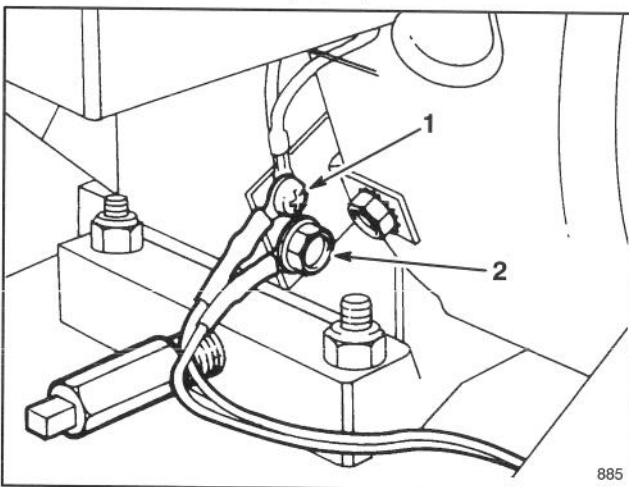

Figure 3
1. Retirez la vis Phillips du support du moteur, installez le connecteur le plus petit sur le câble et remontez le support de moteur (Fig. 3).
2. Insérez la vis à collerette dans le grand connecteur de câble restant et vissez-la dans le trou le plus bas du support moteur (Fig. 3).